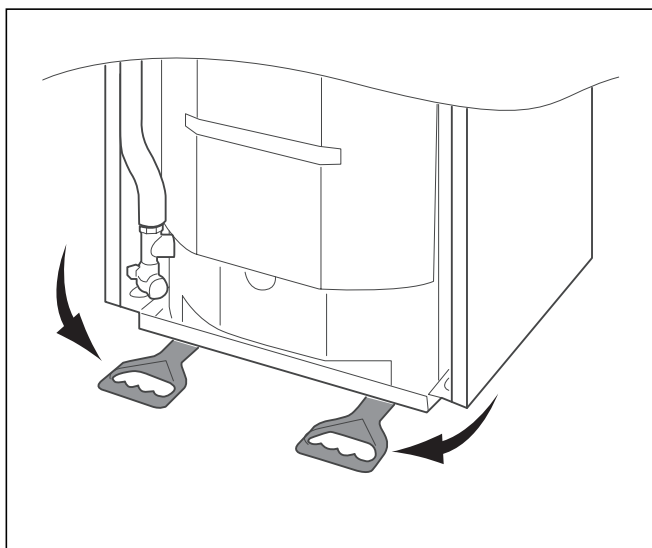

Fig. 4.2 Bærehåndtak
- Ta tak under apparatet og drei bærehåndtaket framover (se fig. 4.2). Påse at støttebeina er fastskrudd helt til endestillingen.